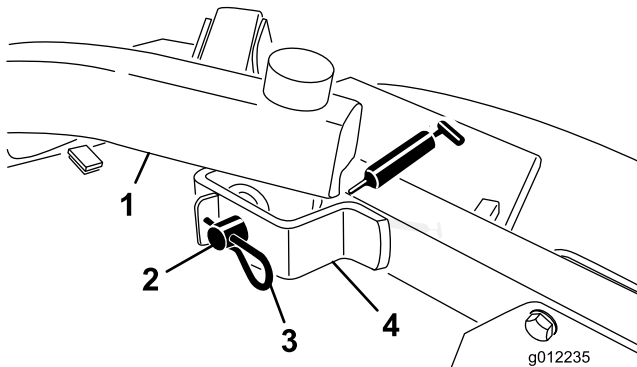

Figura 17
- Perni dei bracci di sollevamento, anteriori (2) (Figura 17)